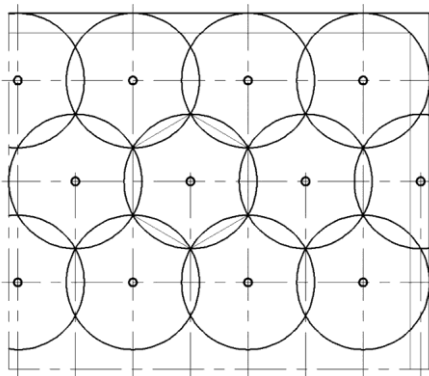

Рис. 4. Шахматный способ расстановки модулей
** При использовании конфигурации защищаемой площади круглой формы, которая представляет собой фигуру, описанную вокруг квадратов, представленных в табл. 3 и табл. 4, использовать шахматный порядок расстановки модулей (рис. 4). Установку модулей рекомендуется выполнять в шахматном порядке, если линейные размеры защищаемой зоны кратны радиусу R . В этом случае конфигурация расчетной площади представляет собой вписанный в окружность шестиугольник, в наибольшей степени приближающийся по форме к площади круга.